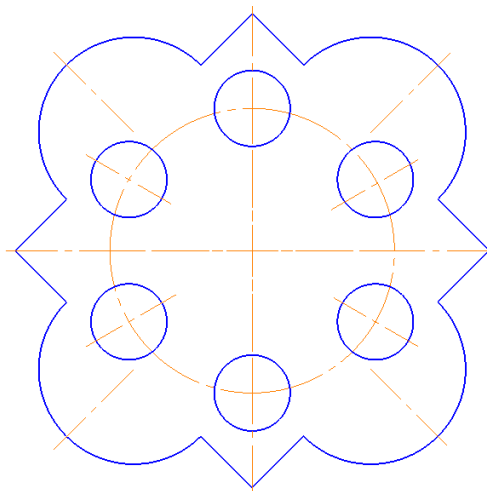

Рис. 2.4.15
9. Побудувати коло діаметром 60 мм (радіусом 30 мм) осьовою лінією (рис. 2.4.15), побудувати шість кіл діаметром 16 мм (радіусом 8 мм) із центрами на цьому колі.